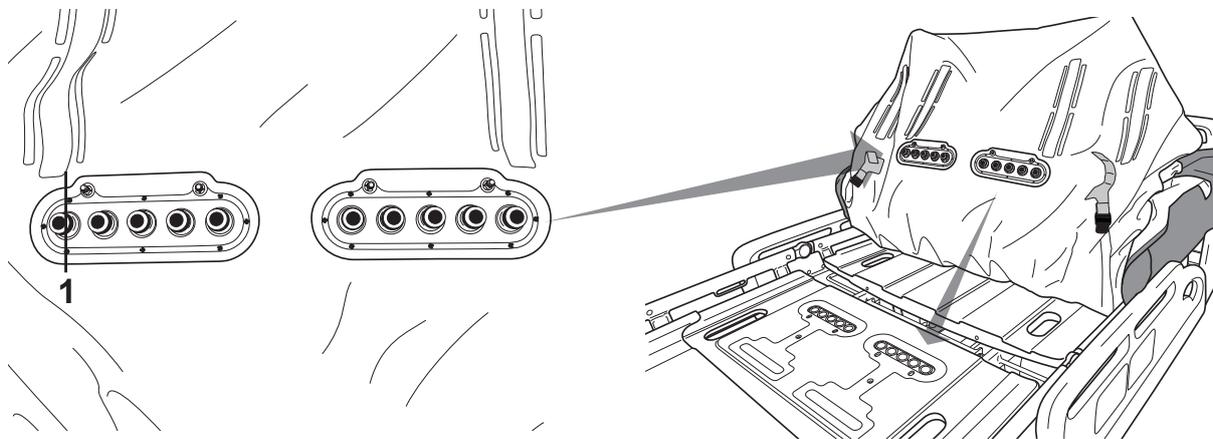

Figura 5: Conectores de ar por baixo do colchão
1. Retire o colchão de ar da embalagem e desenrole-o sobre a cama. Tome atenção aos conectores de ar na parte de baixo do colchão de ar (figura 5). Estes devem ser colocados no lado dos pés da cama. Localize a válvula de descarga/conectores de ar incorporados no lado dos pés da plataforma de suporte do colchão de ar. Certifique-se de que todos os materiais da embalagem são retirados dos conectores de ar, na parte de baixo do colchão de ar.
3. Observe os conectores de ar por baixo do colchão e certifique-se de que os O-rings (figura 5, item 1) estão no lugar, em cada conector.